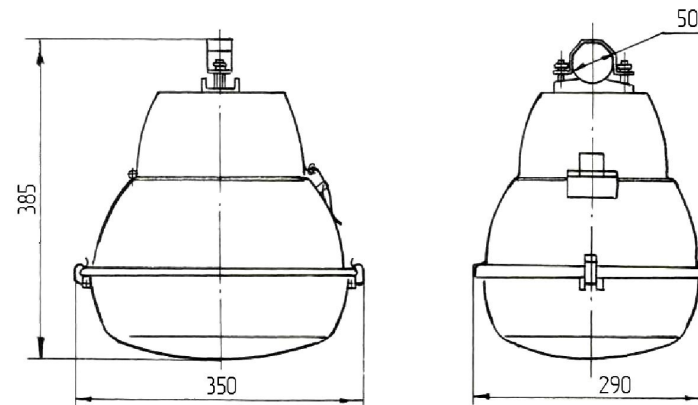

Рисунок 1
2.1 Светильники серии ЖКУ/РКУ/ГКУ18 (рисунок 1) предназначены для наружного освещения: освещение улиц и дорог со средней и слабой интенсивностью движения транспорта, железнодорожных платформ и станций, мостов, дворов.